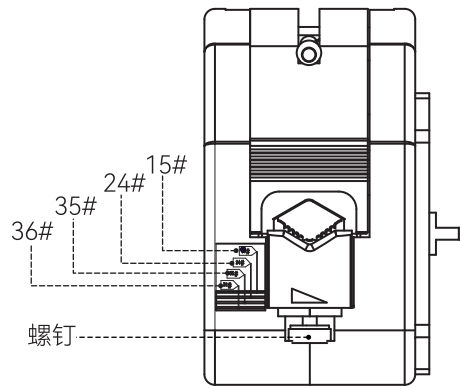

图4软管安装
- 根据软管的规格，转动管夹下边的螺钉(注：管夹上的三角形与软管规格对应)，将软管夹紧，如图4所示。